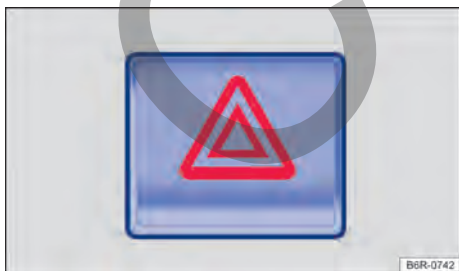

Fig. 48 En la parte superior de la consola central: interruptor de las luces de advertencia.
2. Encender las luces de advertencia con el conmutador  → fig. 48.
Las luces de advertencia también pueden apagarse al presionar el conmutador  en el tablero de instrumentos → fig. 48.